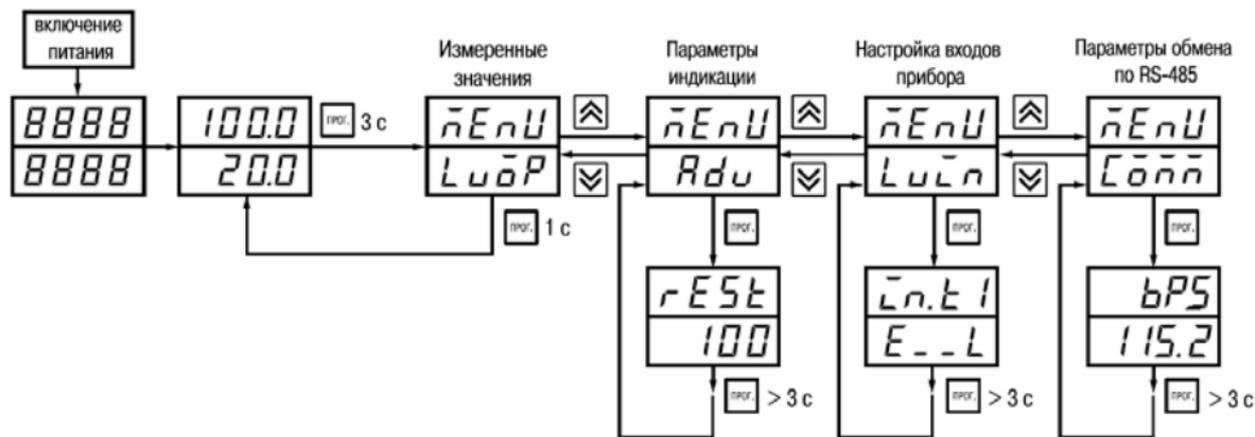

Рисунок 7.1
7.1.2 Основные параметры прибора ТРМ200 объединены в 4 группы *LuṁP*, *Rdu*, *LuĪn* и *Āōññ*, составляющие меню прибора (рисунок 7.1). Полный список программируемых параметров приведен в приложении Б.